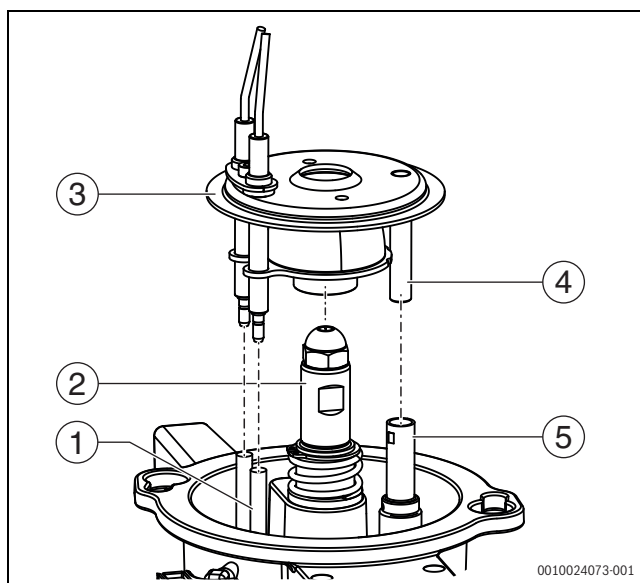

Bild 65 Mischsystem montieren
- ▶ Sichtrohr des Mischsystems und Halterrohr des Flammenfühlers (→Bild 65) innen mit geeignetem Hilfsmittel, wie z. B. Wattestäbchen, Langbürste (Pfeifenreiniger) reinigen.